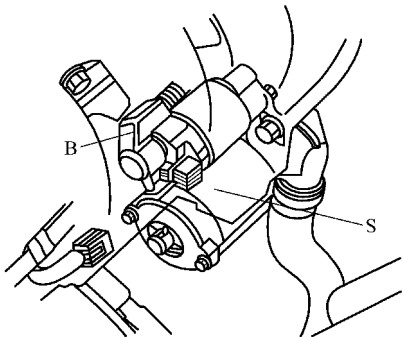

图 2-11 测试本田起动机
1) 如图 2-11 所示，将 1 针插接器从起动机端子 S 上断开，使用跨接线将起动机接线柱 B 与起动机端子 S 短接，如果起动机能运转，但无力，说明起动机内部故障，应分解进行检修。